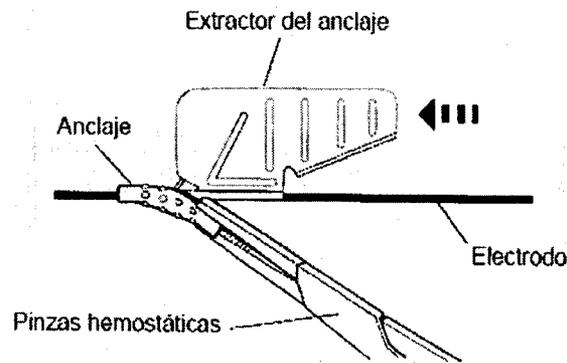

Figura 8. Uso de unas pinzas durante la extracción del anclaje.
7. Empuje el extractor del anclaje a través del resto del anclaje mientras utiliza las pinzas para sujetar un segmento cortado del anclaje en caso necesario (Figura 8).